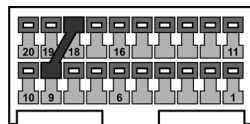

Рис.5 Разъем иммобилайзера
4.8 Убедитесь, что при отсутствии иммобилайзера существует перемычка между 9 и 18 клеммами разъёма иммобилайзера. Если перемычка отсутствует, установите её (см. **Рис.5**).